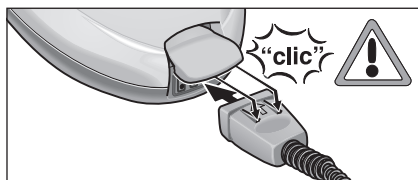

Рис. 1: фіксація блочного штекера
• Міцно вставте блочний штекер (C7) у розетку приладу (A1). При цьому обидва виступи блочного штекера повинні зафіксуватися в кришці штепсельної розетки приладу (див. рис. 1).